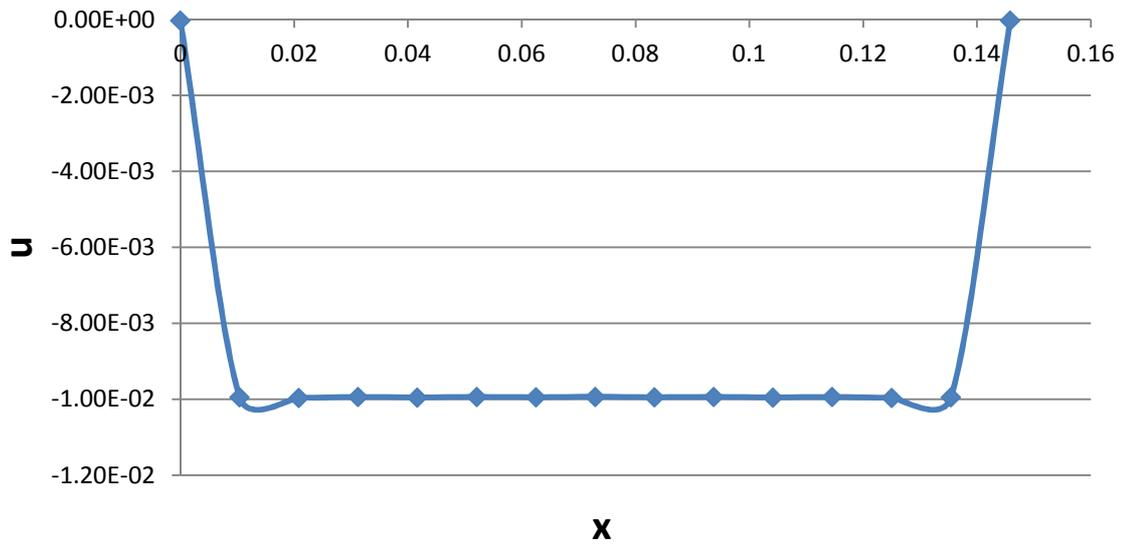

Рис. 6 График перемещений в зависимости от координаты $u(x)$
- 3) Был построен график пластических деформаций в зависимости от координаты $\varepsilon^p(x)$. (Рис. 6)